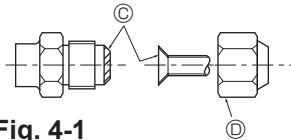

Fig. 4-1
А (Fig. 4-1)
Б (Fig. 4-1)
4.2. З'єднання труб (Fig. 4-1)